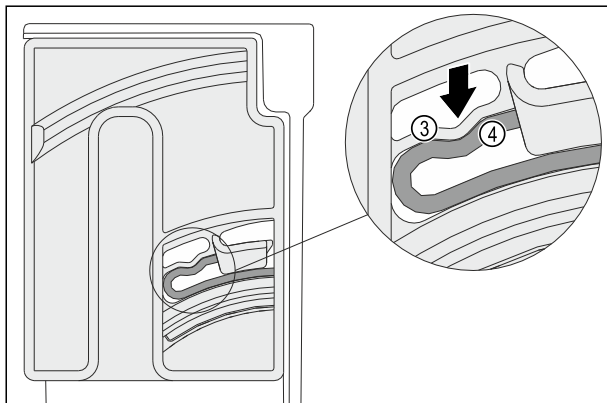

Fig. 97
- Element elastyczny Fig. 97 (3) pokrętła zatraskuje się słyszalnie na zaokrągleniu krawędzi Fig. 97 (4).